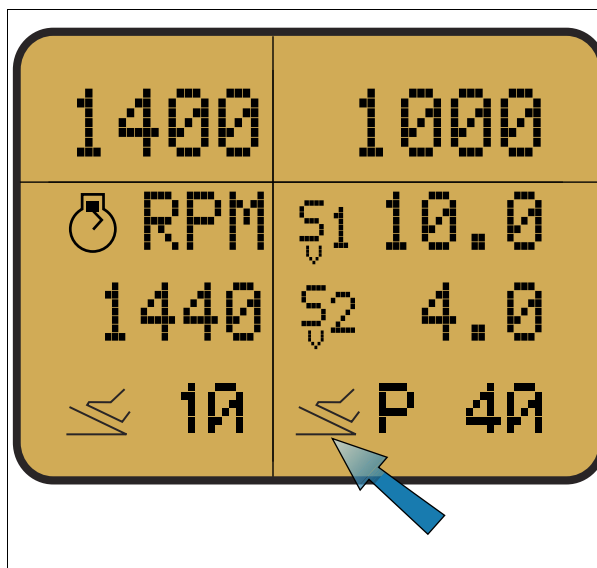

Рис. 15.
При запуске двигателя необходимо отпустить педаль акселератора и нажать переключатель режима педали/рычаг (1), расположенный на подлокотнике. На дисплей будет выведена информация о выбранном режиме *рис. 15*.